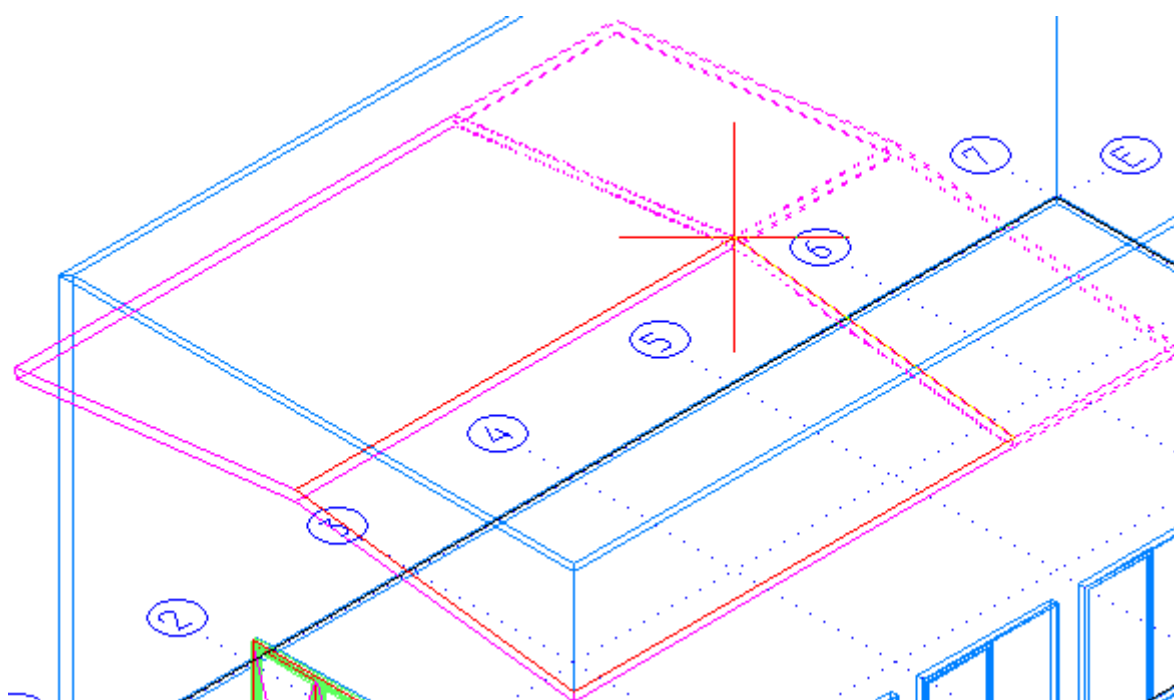

Рисунок 93
- Привязаться к верхнему заднему краю предыдущего участка (Рисунок 93).